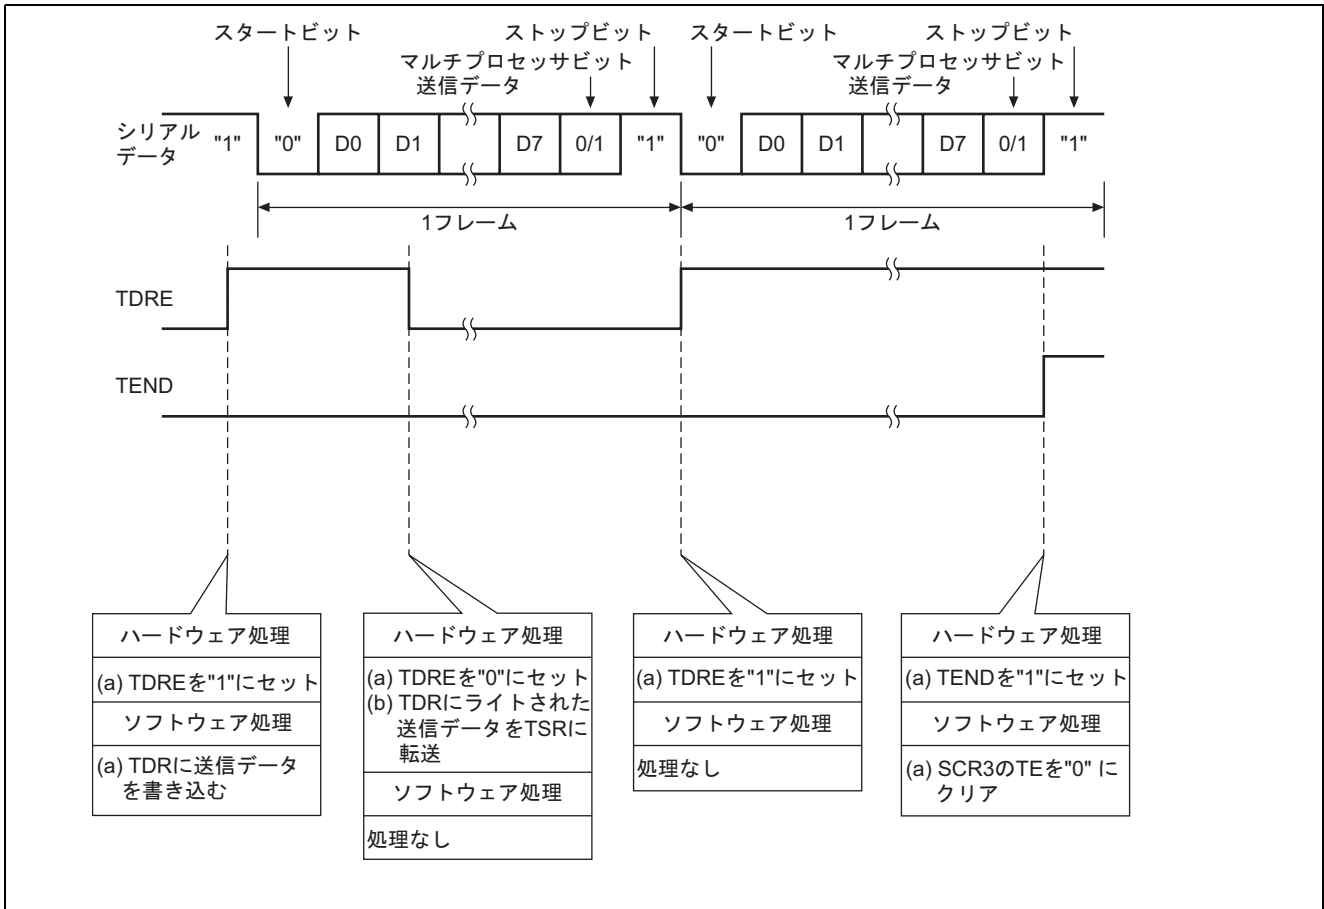

図4 マルチプロセッサ通信機能による送信の動作説明
(1) 図4に動作説明を示します。図4に示すようなハードウェア処理, およびソフトウェア処理によりマルチプロセッサ通信機能による送信を行ないます。